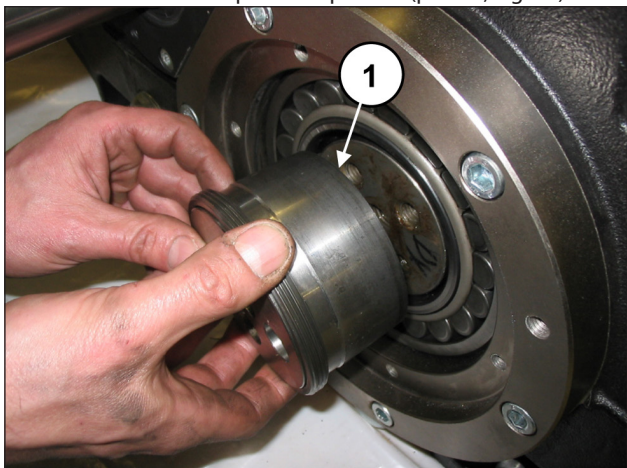

Fig. 20
Desmontar los dos casquillos de presión (pos. ①, Fig. 20).